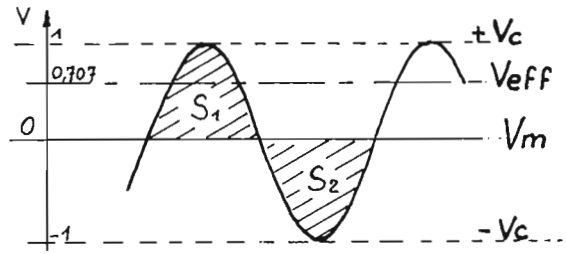

Fig. 21. - Tension sinusoïdale.
Le signal de référence est la sinusoïde pure (voir fig. 21). On y retrouve les paramètres précédents T et V_{cc} . On peut par ailleurs définir :
- La tension efficace. C'est la valeur de la tension continue qui, appliquée sur une résistance morte, y produirait le même effet calorifique que la tension alternative donnée. Cette tension efficace dépend essentiellement de la forme. Voir figures 21, 22, 23.